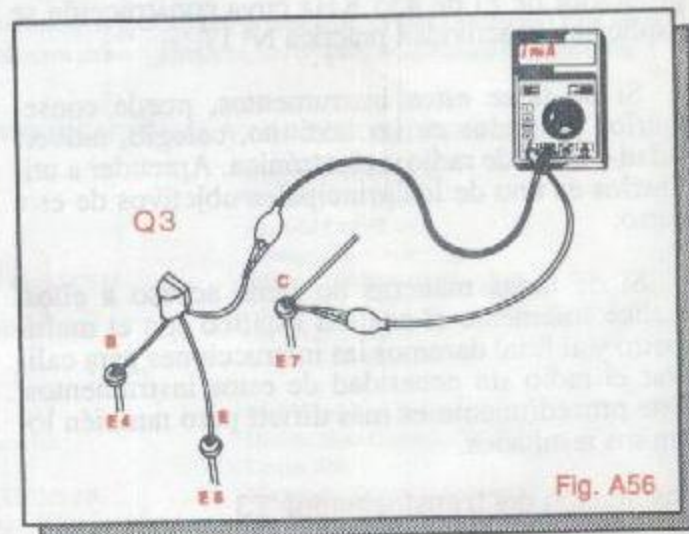

Fig. A56
**Paso 2.** Mida la corriente de colector de Q3 desconectando el terminal del colector de la puntilla E7 como se muestra en la figura A56, teniendo en cuenta la polaridad de los terminales. El valor medido es